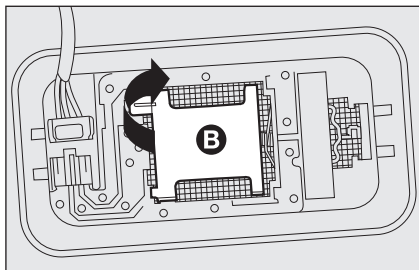

fig. 26
- deschideți capacul **B**-fig. 26 după cum este indicat;